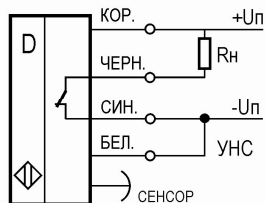

Рис.3.1
- После окончания обучения проверить обнаружение метки. Для этого направить световое пятно на фон. При этом, если фон светлее метки, то контакт между синим и чёрным выводами замкнут (рис.3.1).